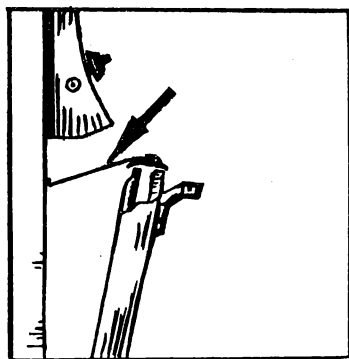

Рис. 9. Установка экрана.
6.2.4. При жарении с помощью жарочной горелки мяса шашлыков, птицы и других продуктов нужно дверку духовки установить в приоткрытом положении. Для предохранения ручек кранов от перегрева в дверку необходимо установить экран ручек и опереть дверку с экраном о переднюю стенку плиты (рис. 9). Установка экрана ручек в дверку духовки обязательна.